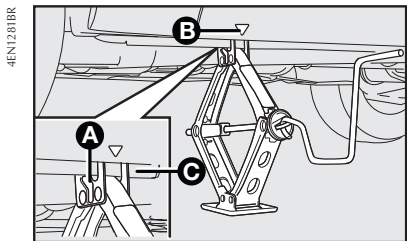

fig. 7
- Colocar o macaco onde está marcado o símbolo ▼ **B-fig. 7** ou **8** perto da roda a substituir, e certificar-se de que a ranhura **A** do macaco esteja bem encaixada na longarina **C**.